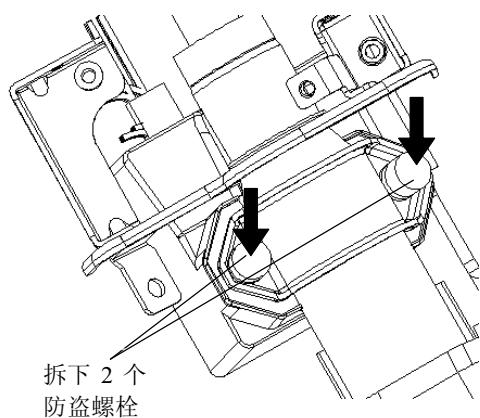

图 5.2-13
(1) 使用中心冲子，在两个防盗螺栓上做中心标记。
(2) 使用 3~4mm 的钻头，钻入这 2 个螺栓。
(3) 使用螺丝刀，拆下 2 个螺栓和转向管柱上轴锁支架总成。如图 5.2-13 所示。